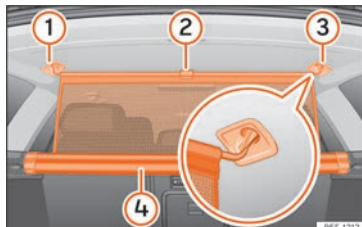

Fig. 139 Dans le coffre à bagages : attacher le filet de séparation.
- Tirez la languette »» fig. 139 ② vers le haut pour sortir le filet du boîtier ④.
- Attachez le filet de séparation au côté droit ou gauche ③ (image élargie).
- Attachez le filet de séparation dans le logement de l'autre côté ① en étirant la tringle.